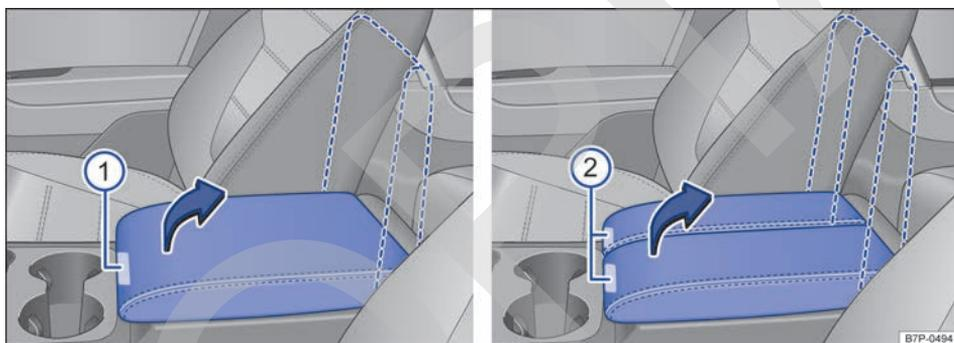

Fig. 139 En el reposabrazos central delantero: apertura del portaobjetos.
Para *abrir* el portaobjetos, presione la tecla → fig. 139 ① o ② y levante el reposabrazos en el sentido de la flecha.